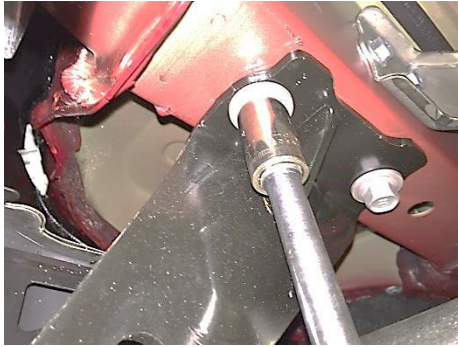

Figura 2
1. Usar la llave de 17 mm para extraer (2) pernos del soporte de amarre en el lado del pasajero, ver la figura 2. Devolver el soporte de amarre al propietario del vehículo.
Usar la llave de 17 mm para extraer (2) pernos del soporte de amarre en el lado del pasajero, ver la figura 2. Devolver el soporte de amarre al propietario del vehículo.